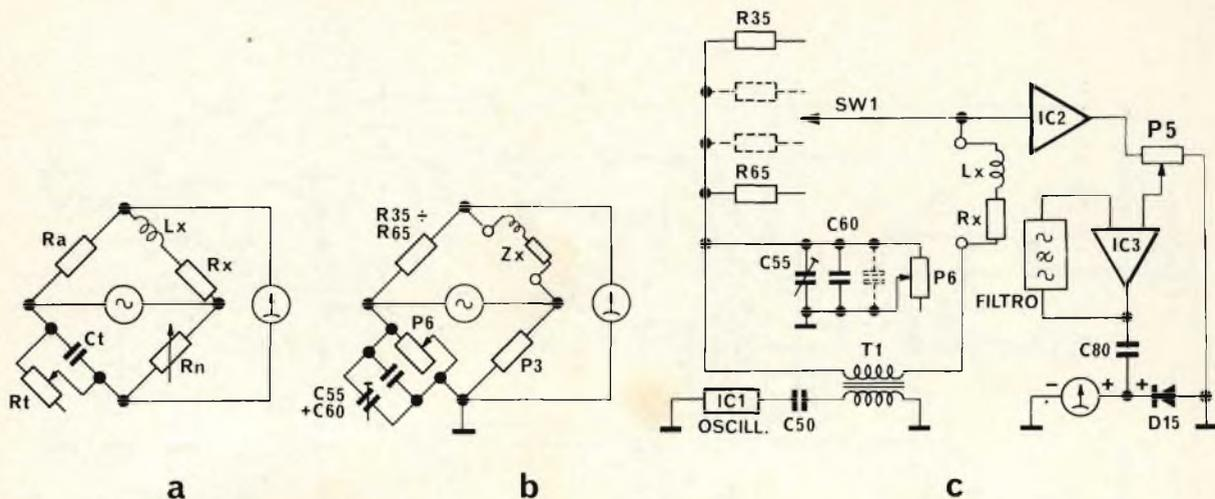

Fig. 3 - Misura delle induttanze.
### Misura delle induttanze (Fig. 3)
Un ponte costruito secondo lo schema di fig. 3 si chiama «ponte di Maxwell».
Il valore Rx che si vede disposto in serie all'induttanza nella fig. 3 dipende dal coefficiente di bontà (Q) della bobina, e viene equilibrato e quindi eliminato dalla manovra di Rt ossia del potenziometro P6.